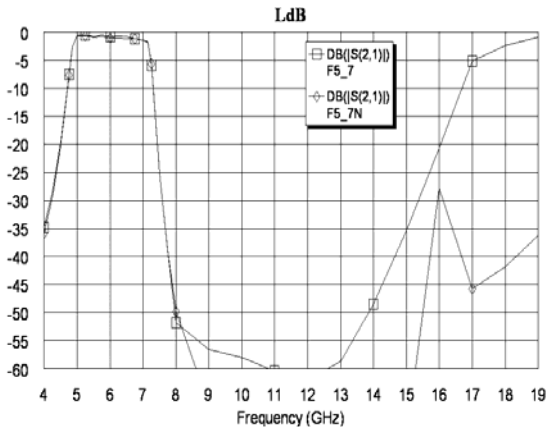

Рис. 3.199
5. Сделайте активным окно графика **LdB**. Удалите из проекта схему **Fn** и электромагнитную структуру **FilN**, щёлкая по их именам правой кнопкой мышки, чтобы не затемнять график ненужными больше характеристиками. Щёлкните по значку **Analyze** на панели инструментов. Характеристика показана на рис. 3.199. Подавление в верхней части диапазона получилось недостаточным. Добавим заграждающий фильтр.